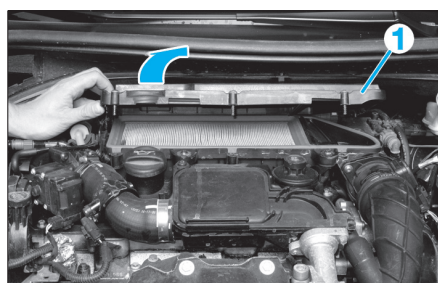

Fig. 32
- Pour plus d'aisance, déposer le couvercle de filtre à air (1) (Fig.32)